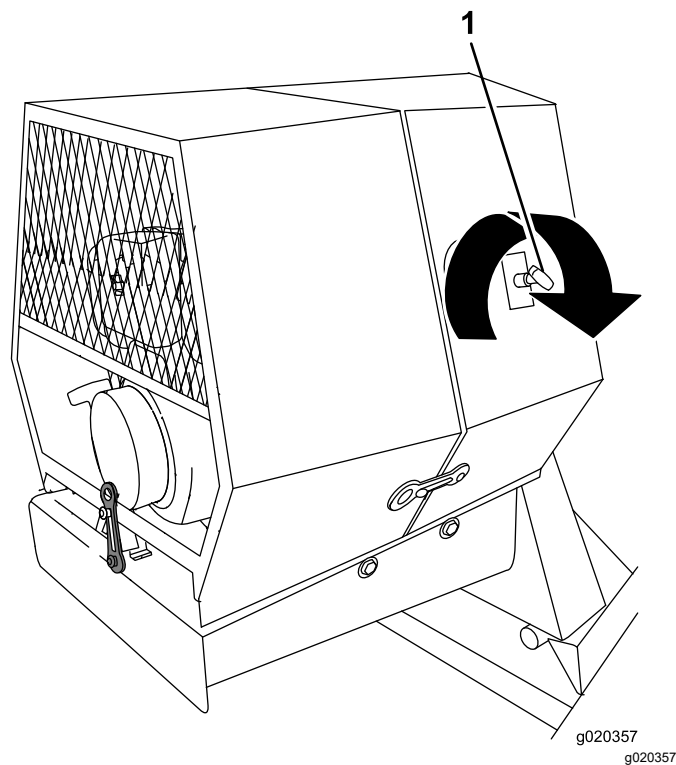

Figura 27
4. Gire la palanca de control de la velocidad del motor en sentido antihorario para desbloquearla, sáquela del todo y bloquéela girándola en sentido horario (Figura 27).